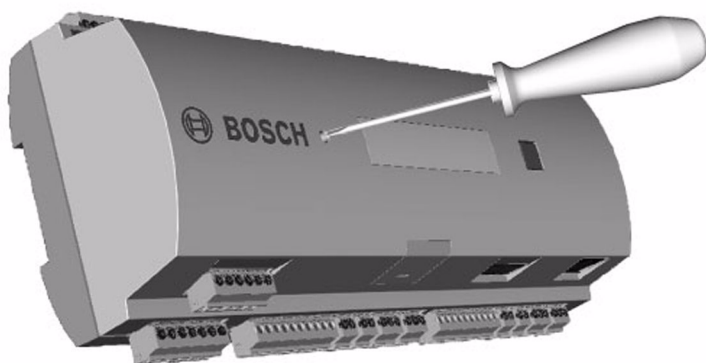

Abb. 6.2 Neustart des AMC2 4W
1. Stecken Sie den mitgelieferten Schraubendreher in das Loch auf der Oberseite des Gehäuses, wie es in der *Abbildung 6.2* dargestellt wird.